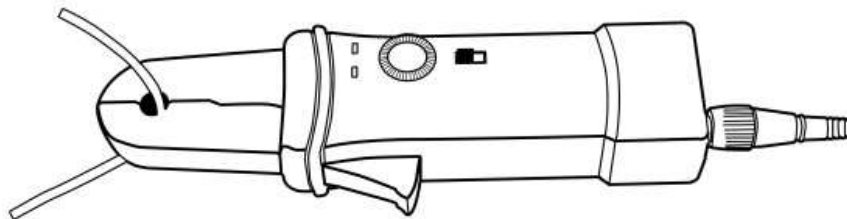

Abbildung 2: Anschließen der Stromzange
4. Schließen Sie die Stromzange an den Stromkreis an, indem Sie die Klemmen mit dem Klemmbacken-Öffnungshebel öffnen und um den Stromleiter klemmen (siehe Abb. 2).